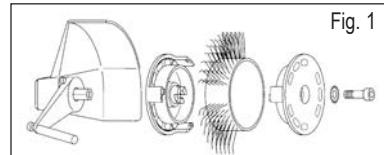
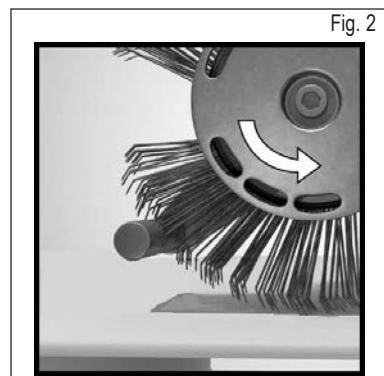

Fig. 1
Fig. 2
3. Se va întrerupe alimentarea cu aer comprimat și se va fixa apoi în modul prescris pe unealtă Bandă Bristle Blaster® de 23 mm resp. de 11 mm, cu sistemul de prindere corespunzător (atenție la sensul de rotație), cu șurubul și cu șaiba ondulată prevăzute în acest scop. Vedi Fig. 1 și Fig. 2
- Folosiți o Bandă Bristle Blaster® în sensul de mișcare eronat? – Orientați banda cu perii în așa fel, încât să funcționeze în direcția regulamentară. (vezi capitolul 7, Punerea în funcțiune, Fig. 2).